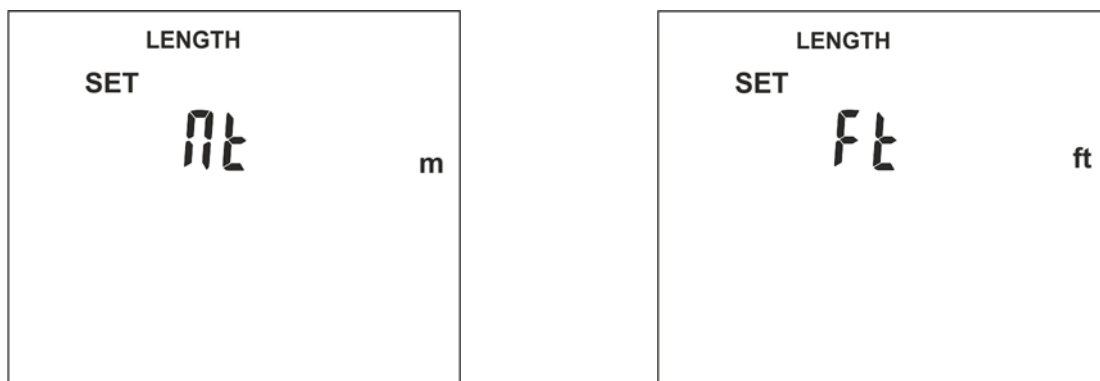

Fig. 6: Impostazione unità di misura lunghezza
1. Tenendo premuto il tasto **L/W** accendere lo strumento premendo il tasto ①. Lo strumento presenta la videata di Fig. 6 – parte sinistra